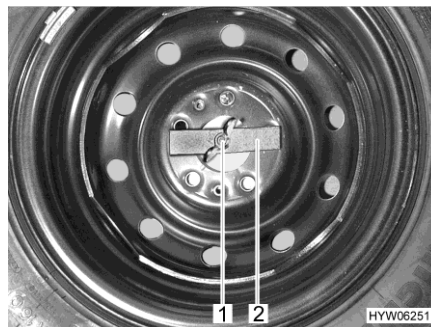

Fig. 229 Rueda de repuesto en el espacio de almacenamiento trasero
- Aflojar con la mano la tuerca de mariposa (Fig. 229,1) y retirarla.
- Retirar la pieza de presión (Fig. 229,2).